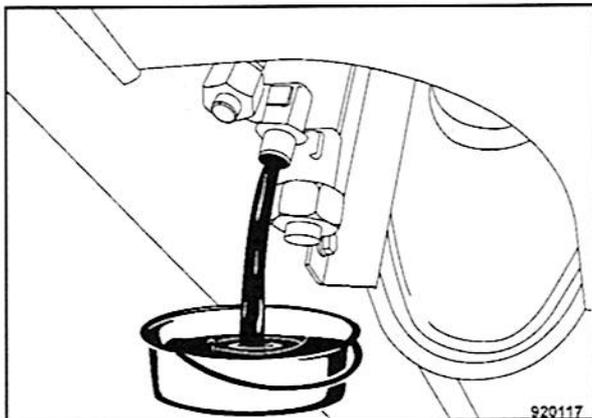

Fig. 127
- Desenroscar el tapón de cierre (Fig. 127) y recoger el aceite saliendo.